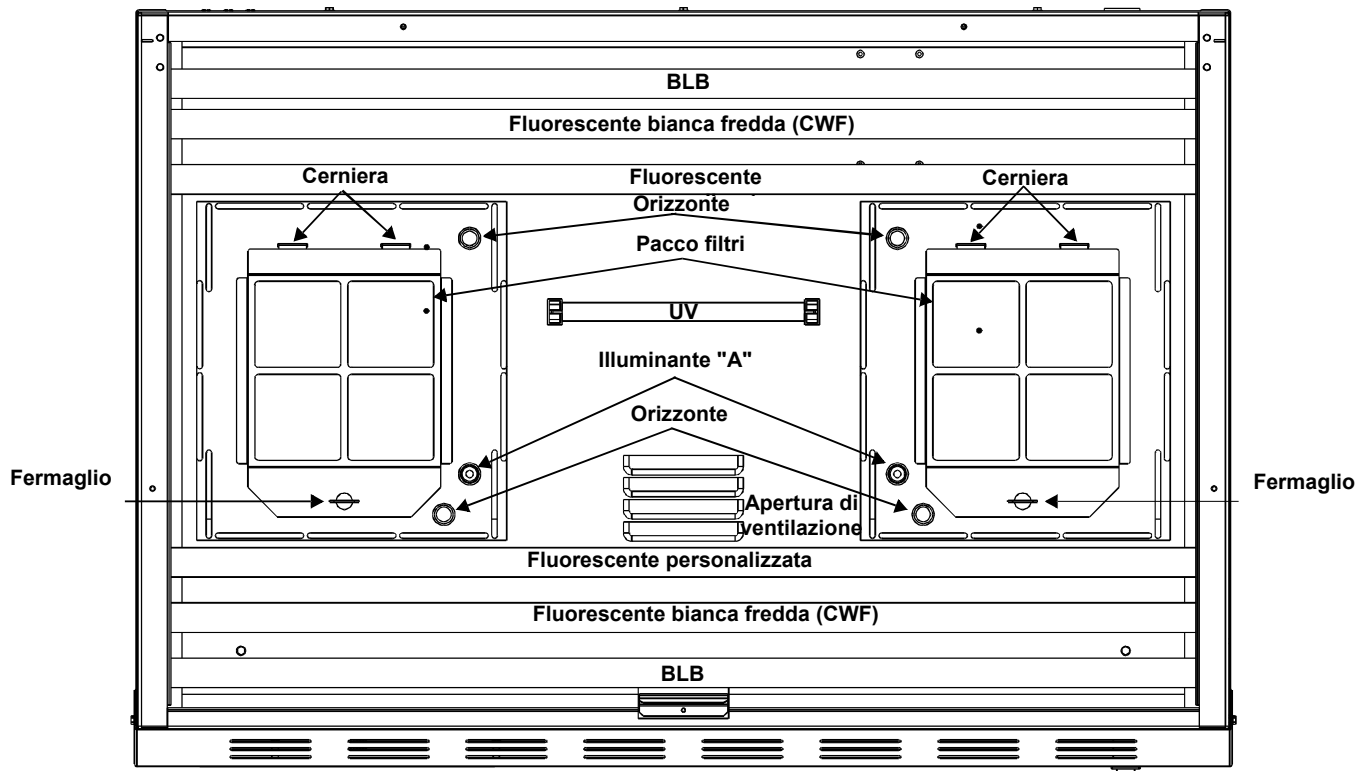

Figura 14. Posizione dei filtri e delle lampade
6. Svitare il fermaglio. Vedere la Figura 14 sulla pagina successiva. Ruotare delicatamente il pacco dei filtri.
4. Svitare il fermaglio (vedere la Figura 14) e abbassare il diffusore. Spostare lateralmente i pacchi dei filtri e rimuoverli.